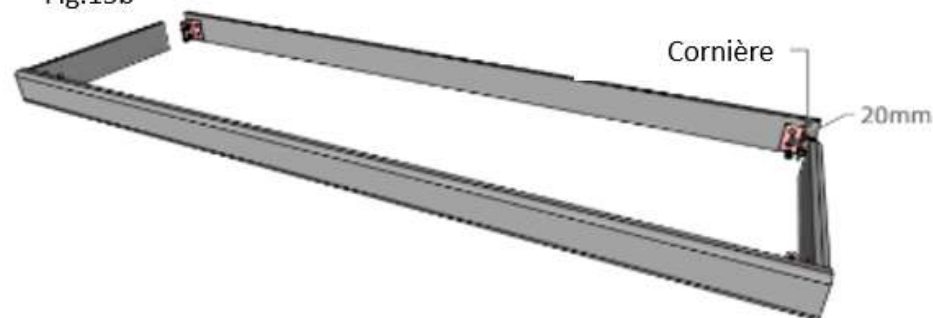

Fig.15c-
- iii. Assemblage du châssis à l'assise : Positionnez le châssis sur les lattes en utilisant des quarts de rond 19mm pour laisser un espace et centrer le châssis sur l'assise (Fig.15c).